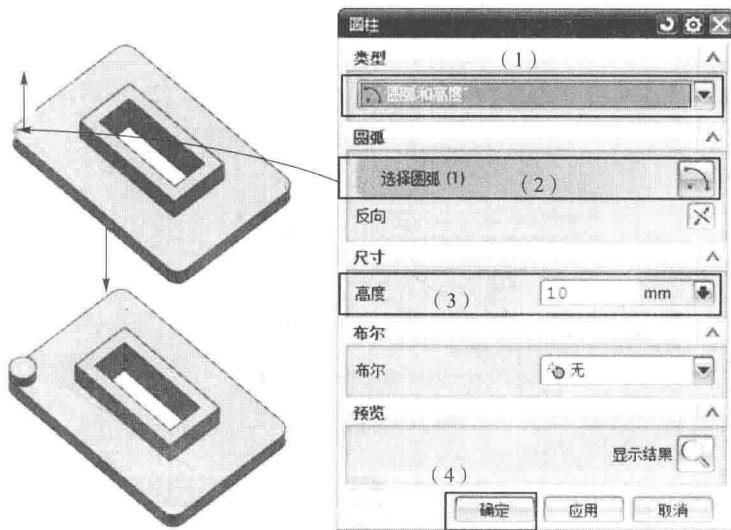

图 1-11 【圆柱体】对话框
- (1) 依次单击【插入】—【设计特征】—【圆柱体】命令 ，弹出如图 1-11 所示的【圆柱体】对话框。在【类型】选项中选择【圆弧和高度】选项；
- (2) 选择模型中的圆角边作为【选择圆弧】的对象；
- (3) 在【高度】区域中，输入值为 10；
- (4) 单击【确定】按钮 ，完成单个圆柱体的创建。